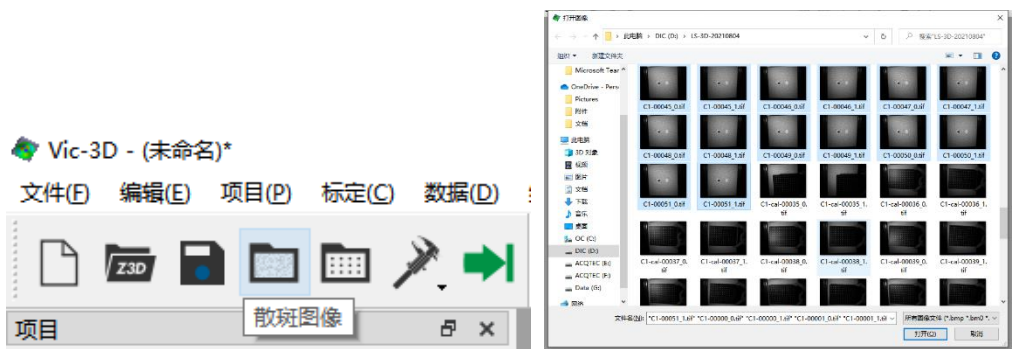

图 19
1、拍摄完成后，打开 Vic-3D 软件，点击散斑图像-导入拍摄的散斑图像-确定。如图 19 所示。